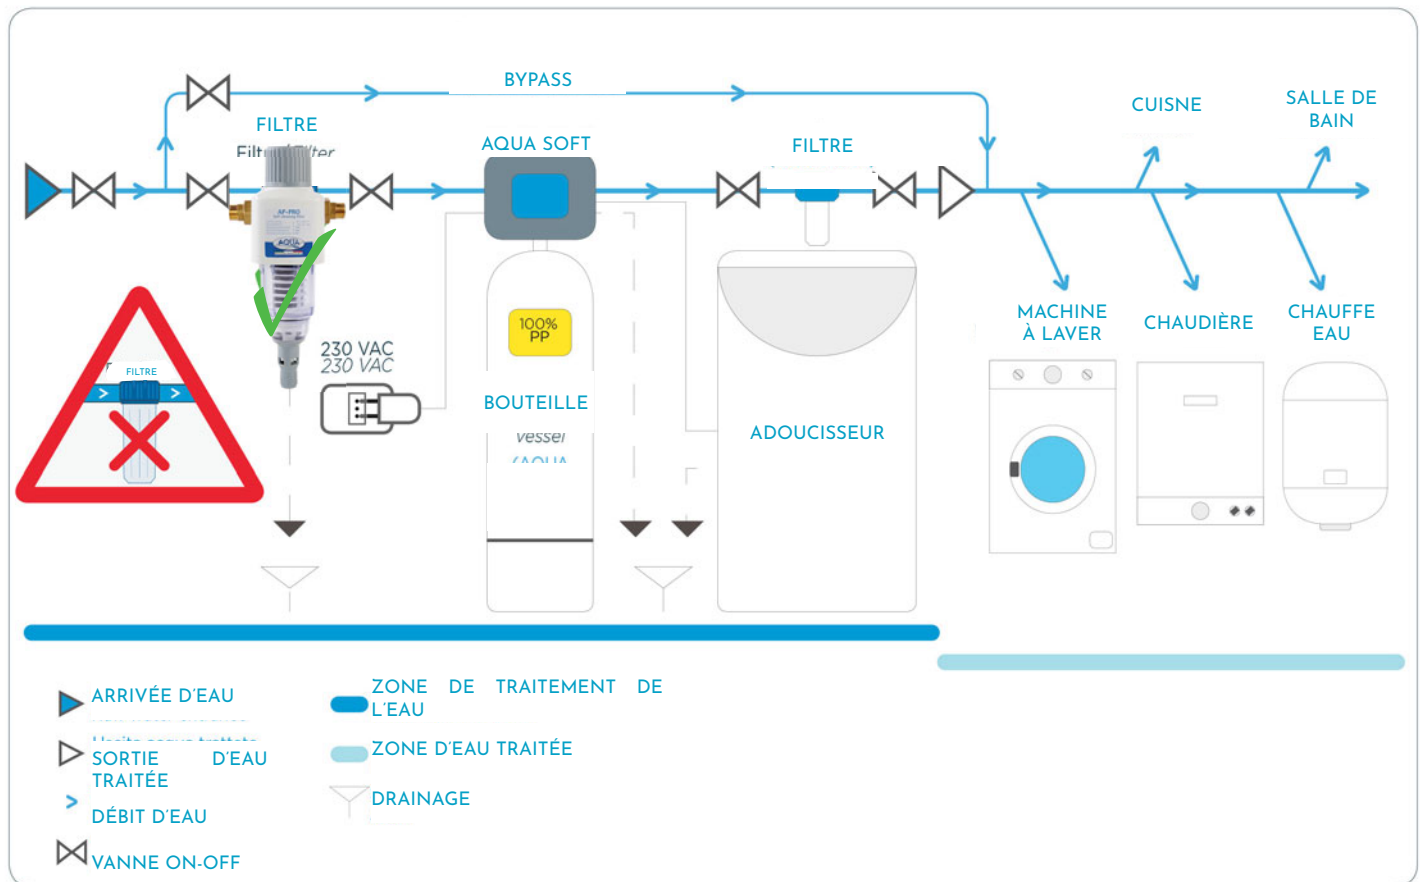

Fig.4
• LORS DE L'INSTALLATION, IL EST NÉCESSAIRE DE CRÉER UN SYSTÈME DE BY-PASS QUI PERMETTRA DE COUPER LE SYSTÈME LORS DES OPÉRATIONS DE MAINTENANCE NORMALES PLUS EN CAS DE PANNE, TOUT EN GARDANT L'ALIMENTATION EN EAU EN MARCHÉ. NOUS VOUS CONSEILLONS ÉGALEMENT D'INSTALLER UN ROBINET PERMETTANT DE VÉRIFIER LA QUALITÉ DE L'EAU TRAITÉE. (FIG.4)